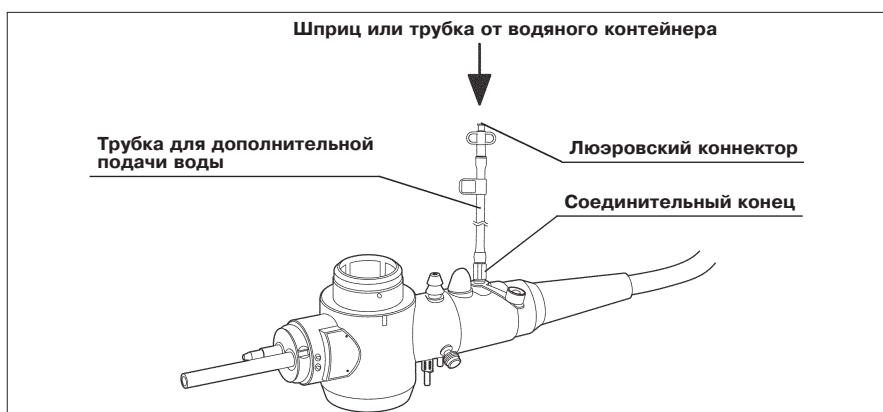

Рис. 3.23
1. Присоедините шприц, содержащий стерильную воду, или трубку от водяного насоса к люэровскому коннектору трубки для дополнительной подачи воды (см. рис. 3.23). Произведите подачу воды и убедитесь, что струя воды появляется из отверстия канала для дополнительной подачи воды на дистальном конце вводимой трубки эндоскопа.